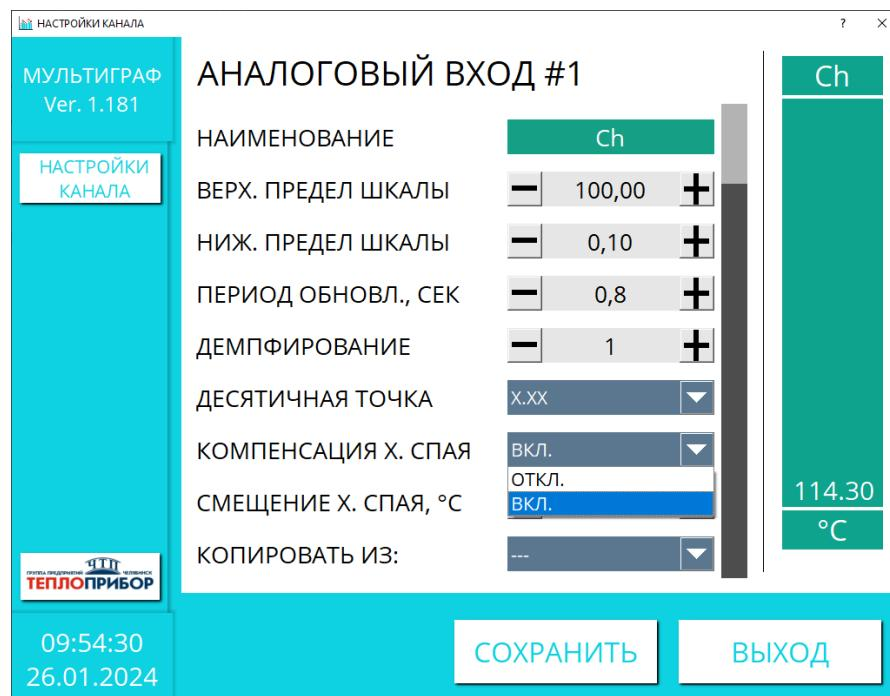

Рисунок 2.16 – Компенсация холодного спая
2.3.3.1.11 При измерении температуры с помощью термопары, становятся доступны разделы «КОМПЕНСАЦИЯ Х. СПАЯ», в котором можно включить либо отключить компенсацию температуры холодного спая и «СМЕЩЕНИЕ Х. СПАЯ, °C» в котором для корректировки значений устанавливается смещение температуры холодного спая в диапазоне ±10 °C с шагом 0,1 °C (рис. 2.16).